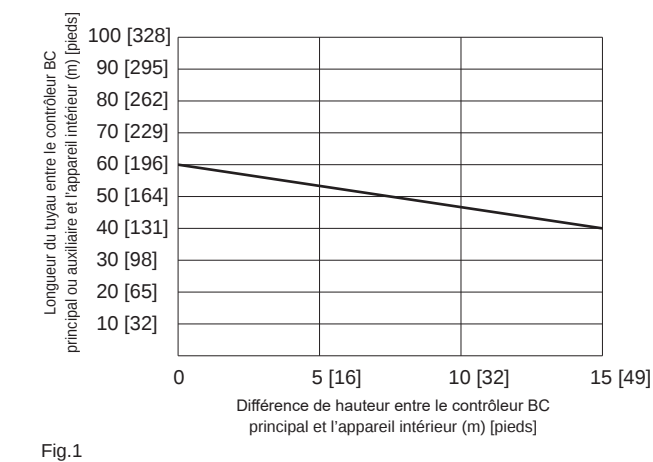

Fig.1
*2 Reportez-vous à la Fig. 1. (Néanmoins lorsque le modèle d'appareil intérieur P72 ou P96 est connecté, la distance maximale admissible entre le contrôleur BC et l'appareil intérieur le plus éloigné est de 40 m [131 pieds]).
*3 Lorsque la longueur de tuyauterie ou la différence de hauteur dépasse la limite indiquée dans la Fig. 1, connectez n contrôleur BC auxiliaire au circuit. La limite d'un circuit avec un contrôleur BC auxiliaire est indiquée dans la Fig. 2.
Lorsque vous utilisez le modèle P54 ou un modèle plus grand d'appareils intérieurs, la limite indiquée dans la Fig. 1 ne peut être dépassée.
***3** Lorsque la longueur de tuyauterie ou la différence de hauteur dépasse la limite indiquée dans la Fig. 1, connectez un contrôleur BC auxiliaire au circuit. La limite d'un circuit avec un contrôleur BC auxiliaire est indiquée dans la Fig. 2.